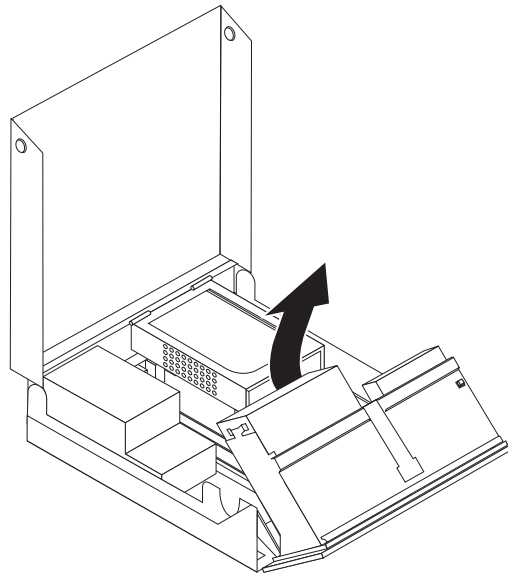

Figura 28. Accesso all'unità dischetto
2. Ruotare l'assieme del vano unità verso l'alto per accedere all'unità dischetto. Consultare la sezione Figura 28 a pagina 35.